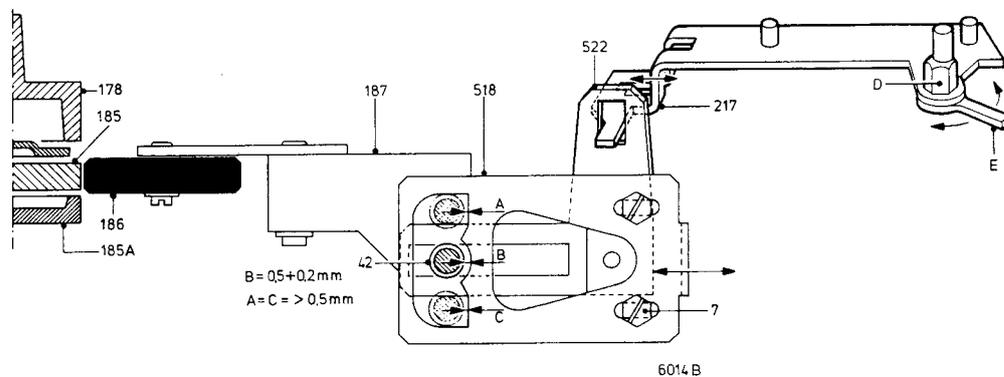

Fig. 42
g. Zwischenrad Pos. 186 (siehe Abb. 42)